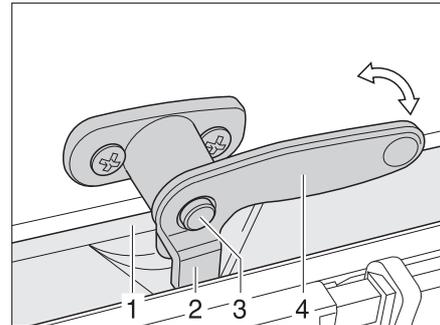

Bild 57 Verriegelungshebel mit Sicherungsknopf in Stellung "geschlossen"
- Falls vorhanden, den Sicherungsknopf (Bild 57,3) drücken und gedrückt halten.